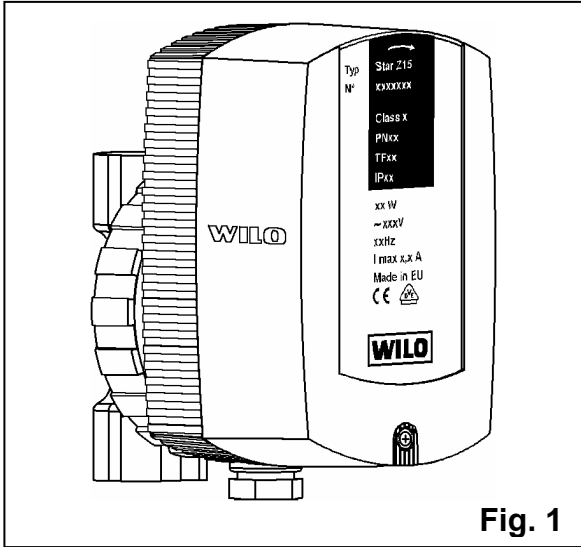

Fig. 1
**Циркуляционный насос Z15** (рис.1) предназначен для эксплуатации в циркуляционных системах горячего водоснабжения. Насосы изготовлены из коррозионностойких материалов. Дополнительной защиты электродвигателя не требуется.